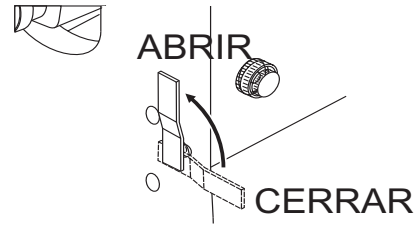

Figura 44. Valvula del sistema de agua ABRIR/CERRAR
4. Abra la **valvula del sistema de agua** en el lado izquierdo de la consola moviendo la palanca a la posición de **ABIERTO** (Figura 44) y asegurese de que el agua corra igual en ambos lados del disco de diamante.
4. Coloque la valvula de agua (Figura 44) en la posición de **CERRADO** (según se requiera).